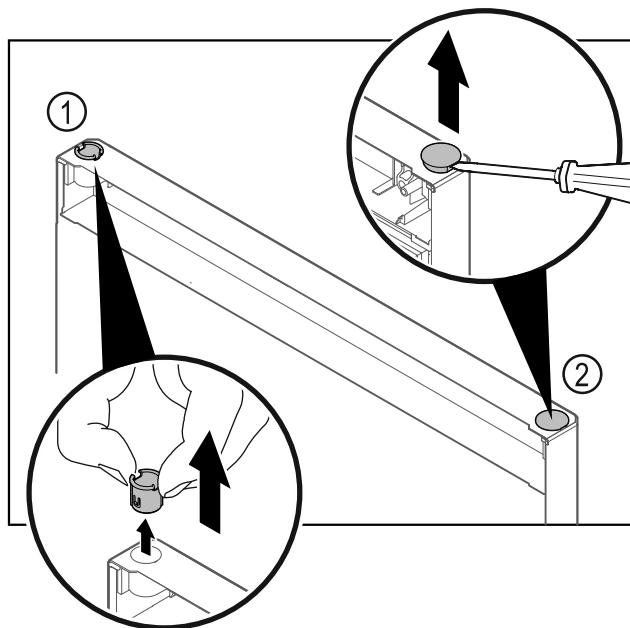

Fig. 27
- ▶ Retirer la bague Fig. 27 (1) avec les doigts.
- ▶ Soulever délicatement le bouchon Fig. 27 (2) avec un tournevis plat et le retirer.